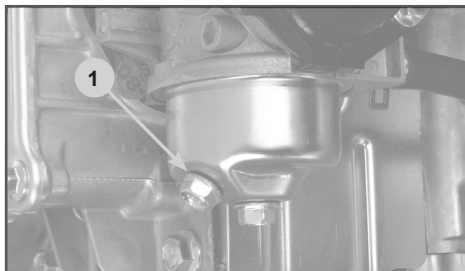

Рис. 14 Слив топлива из карбюратора
2. Открутите болт 1 сливного отверстия (Рис. 14) и слейте топливо из поплавковой камеры карбюратора.